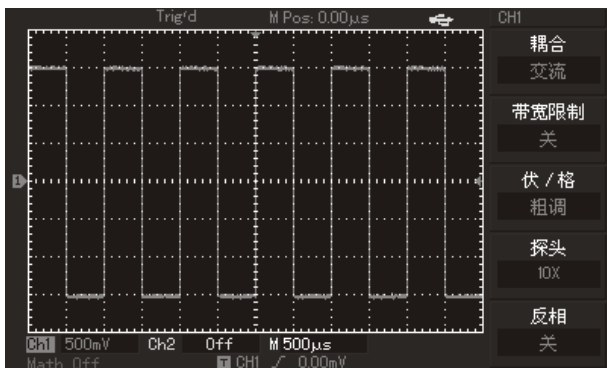

图1-7 探头补偿信号
③. 把探头的探针和接地夹连接到探头补偿信号的相应连接端上。按 **AUTO** 按钮。几秒钟内，可见到方波显示(1kHz, 约3V, 峰峰值)，见图1-7。以同样的方法检查CH2，按 **OFF** 功能按钮以关闭CH1，按 **CH2** 功能按钮以打开CH2，重复步骤2和步骤3。